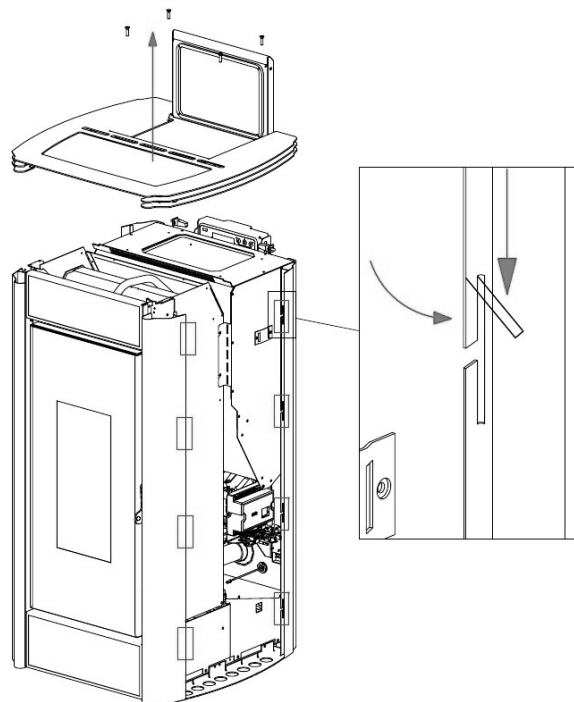

Fig. 34 - De tongetjes plooiën
- Met de vinger de bovenste tongetjes op de zwarte profielen naar buiten plooiën (zie **Fig. 34**).